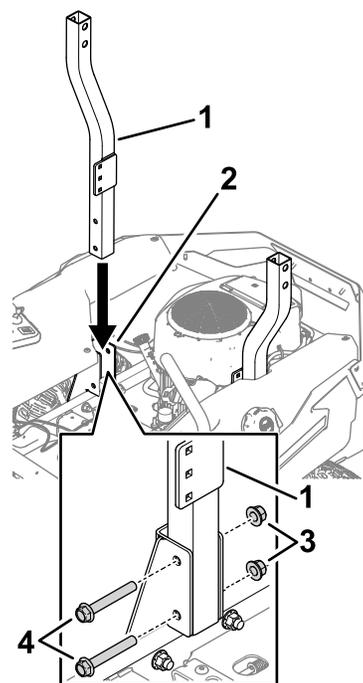

Figura 6
2. Abbassate un tubo del roll-bar inferiore sul supporto del ROPS e fissatelo con 2 bulloni a testa esagonale ($\frac{1}{2}$ " x $3\frac{1}{2}$ ") e 2 dadi di bloccaggio ($\frac{1}{2}$ "), come mostrato nella Figura 6. Ripetete l'operazione sull'altro lato.